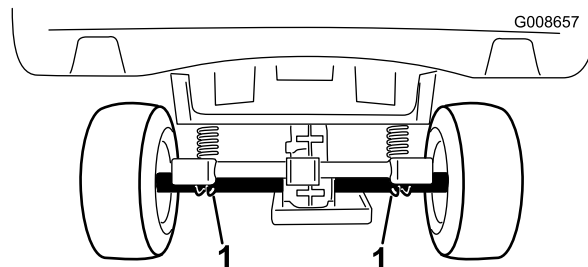

図 22
- 車体後部のジャッキアップポイントはアクスルチューブの下側です [図 22]。